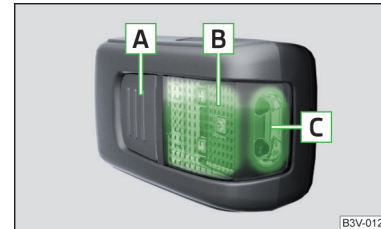

Abb. 143
Beschreibung der Leuchte » Abb. 143
- Die Taste **A** » Abb. 143 drücken - die Leuchte leuchtet auf.
- Wird die Leuchte nicht ausgeschaltet und korrekt in die Halterung eingesetzt, dann werden die LED-Dioden im vorderen Teil der Leuchte **C** » Abb. 143 automatisch ausgeschaltet.